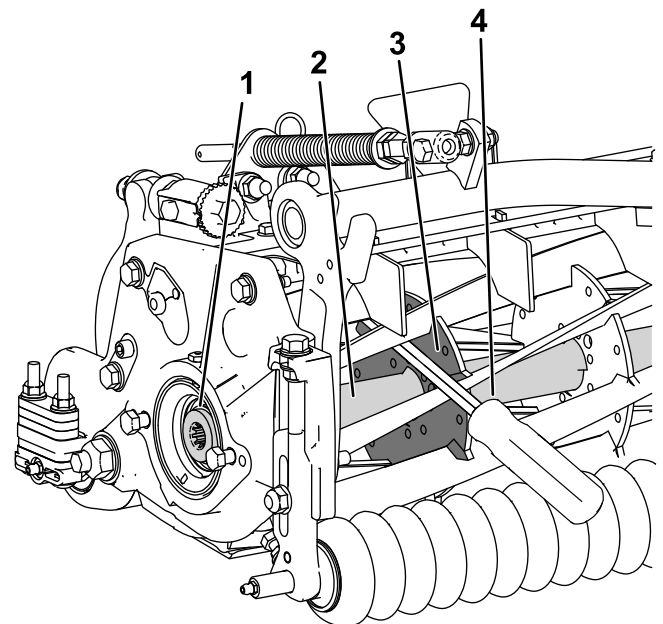

Figura 31
1. Inserte una palanca de mango largo (se recomienda de $\frac{3}{8}$ " x 12" con mango de destornillador) a través de la parte delantera del molinete de corte, lo más cerca del lateral de la unidad de corte que va a apretar (Figura 31).
2. Coloque la palanca contra la parte soldada del refuerzo del molinete de corte interno (Figura 31).